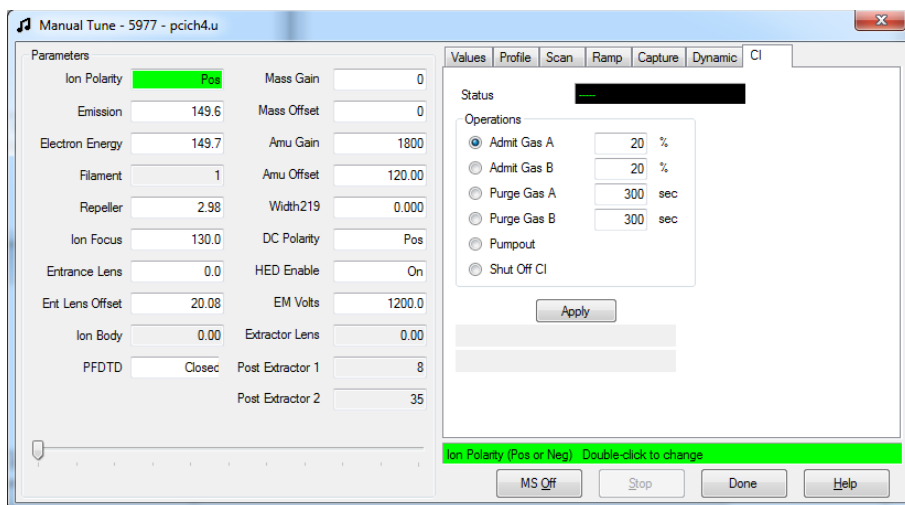

Figura 40 Guia de CI de tune manual
- 1 Na caixa de diálogo **Manual Tune**, clique na guia **CI** para acessar as configurações de parâmetro para controlar o fluxo de gás CI. (Consulte **Figura 40**.)